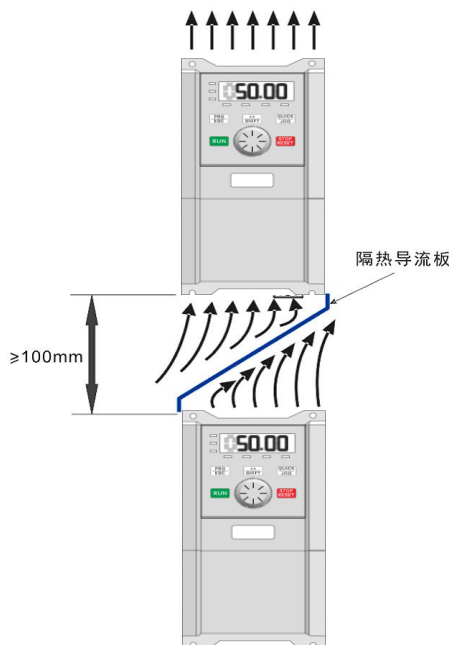

图3-2. 变频器安装示意图
- 1) 请垂直安装变频器，便于热量向上散发。但不能倒置。若柜内有较多变频器时，最好是并排安装。在需要上下安装の場合，请参考图3-2的示意，安装隔热导流板。